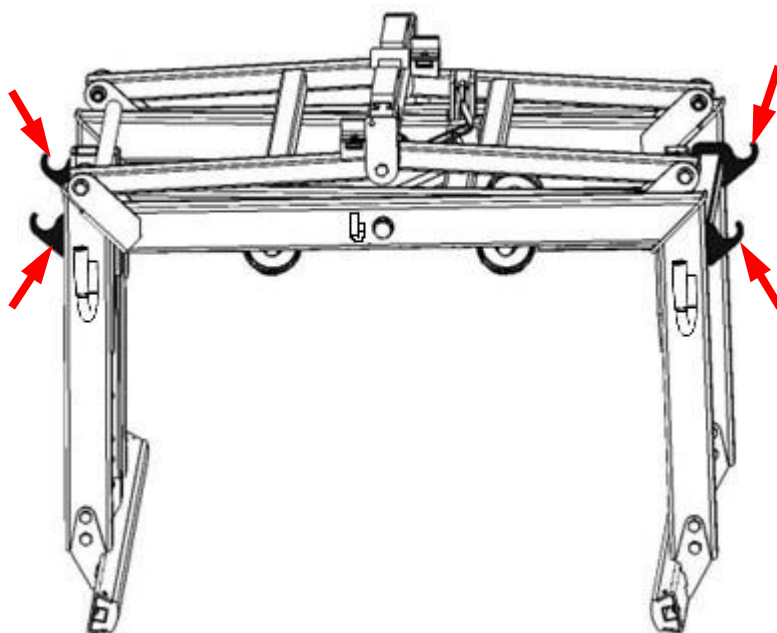

fig. 3
1.) Enganche las 4 posiciones de la red en el lateral de la unidad. (ver fig. 1 + fig. 3)